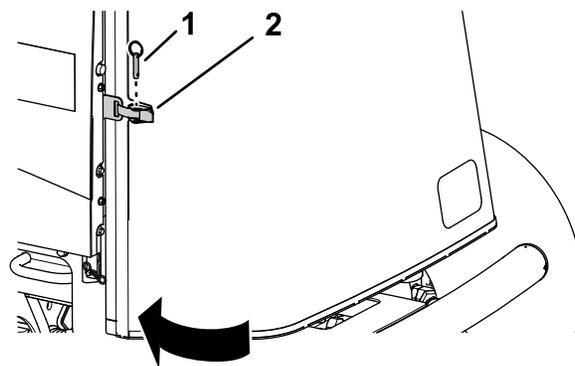

Рисунок 103
1. Закройте и зафиксируйте защелкой решетку (Рисунок 103).